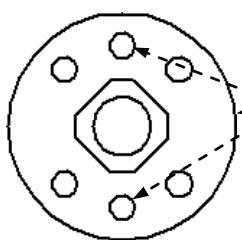
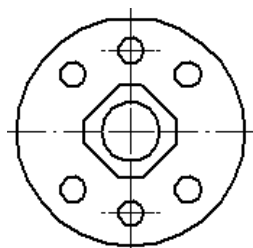

图 8.9.15 定义参照对象
图 8.9.16 创建中心标记 1
Step3. 在“中心标记”命令条“方位”下拉列表中选择 **水平/垂直** 选项, 然后确认  按钮处于按下状态, 然后单击图 8.9.15 所示三个圆的圆心, 结果如图 8.9.16 所示。